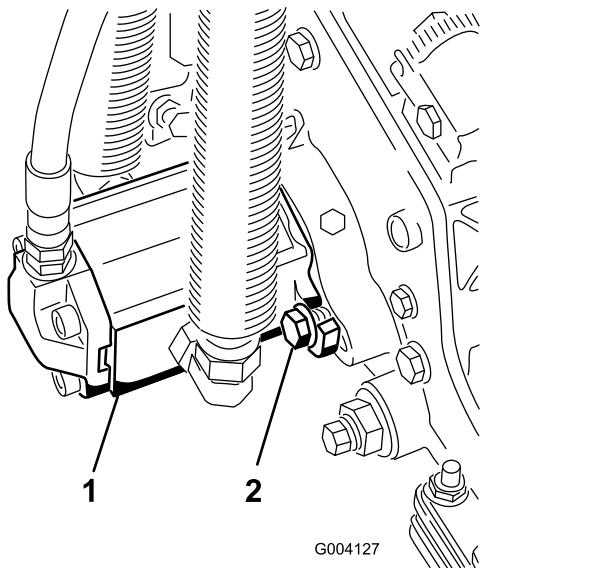

图 20
- 17. 以顺时针旋转的方式安装马达让马达法兰与螺栓保持一定空隙图 20。